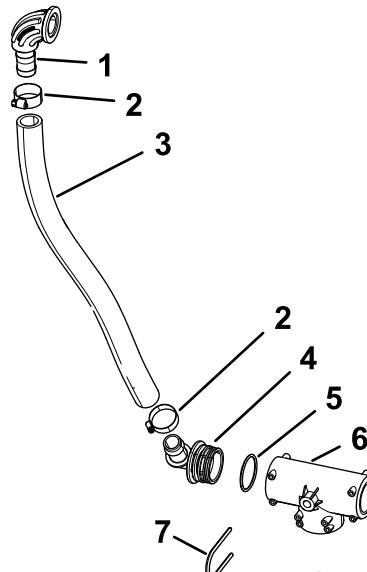

Figura 36
1. Inserite il gomito flangiato rimosso nel passaggio 3 di Rimozione del flessibile di ingresso \(pagina 19\) nel flessibile di ingresso di 2,5 x 66 cm e fissate il raccordo con la fascetta che avete conservato (Figura 36).
2. Inserite l'estremità dentellata di un raccordo del mozzo a 90° nell'altra estremità del flessibile di ingresso e fissatela con una fascetta stringitubo come illustrato nella Figura 36.
3. Montate un O-ring nella scanalatura per O-ring del raccordo del mozzo a 90° (Figura 36)
4. Inserite il mozzo del raccordo a 90° in un'estremità del raccordo a T superiore (Figura 36) e fissate il raccordo a T e il raccordo del mozzo con un fermo.